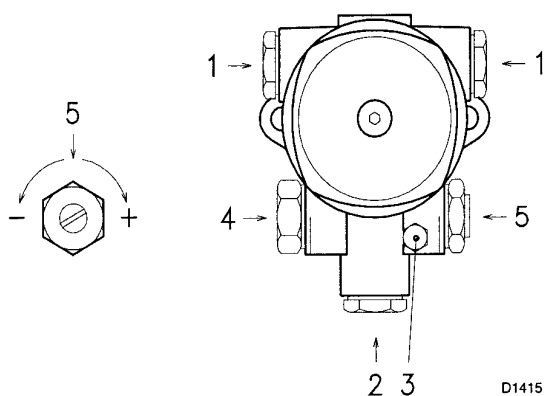

Рис. 22
### НАСОС (Рис. 22)
- снимите колпачок со штуцера манометра (3) (рисунок 22), отвинтите на 2 – 3 оборота вентили (15) и (32) (рисунок 4) и подождите, пока из штуцера для манометра не начнет вытекать топливо;
### ОБОЗНАЧЕНИЯ (Рис. 22)